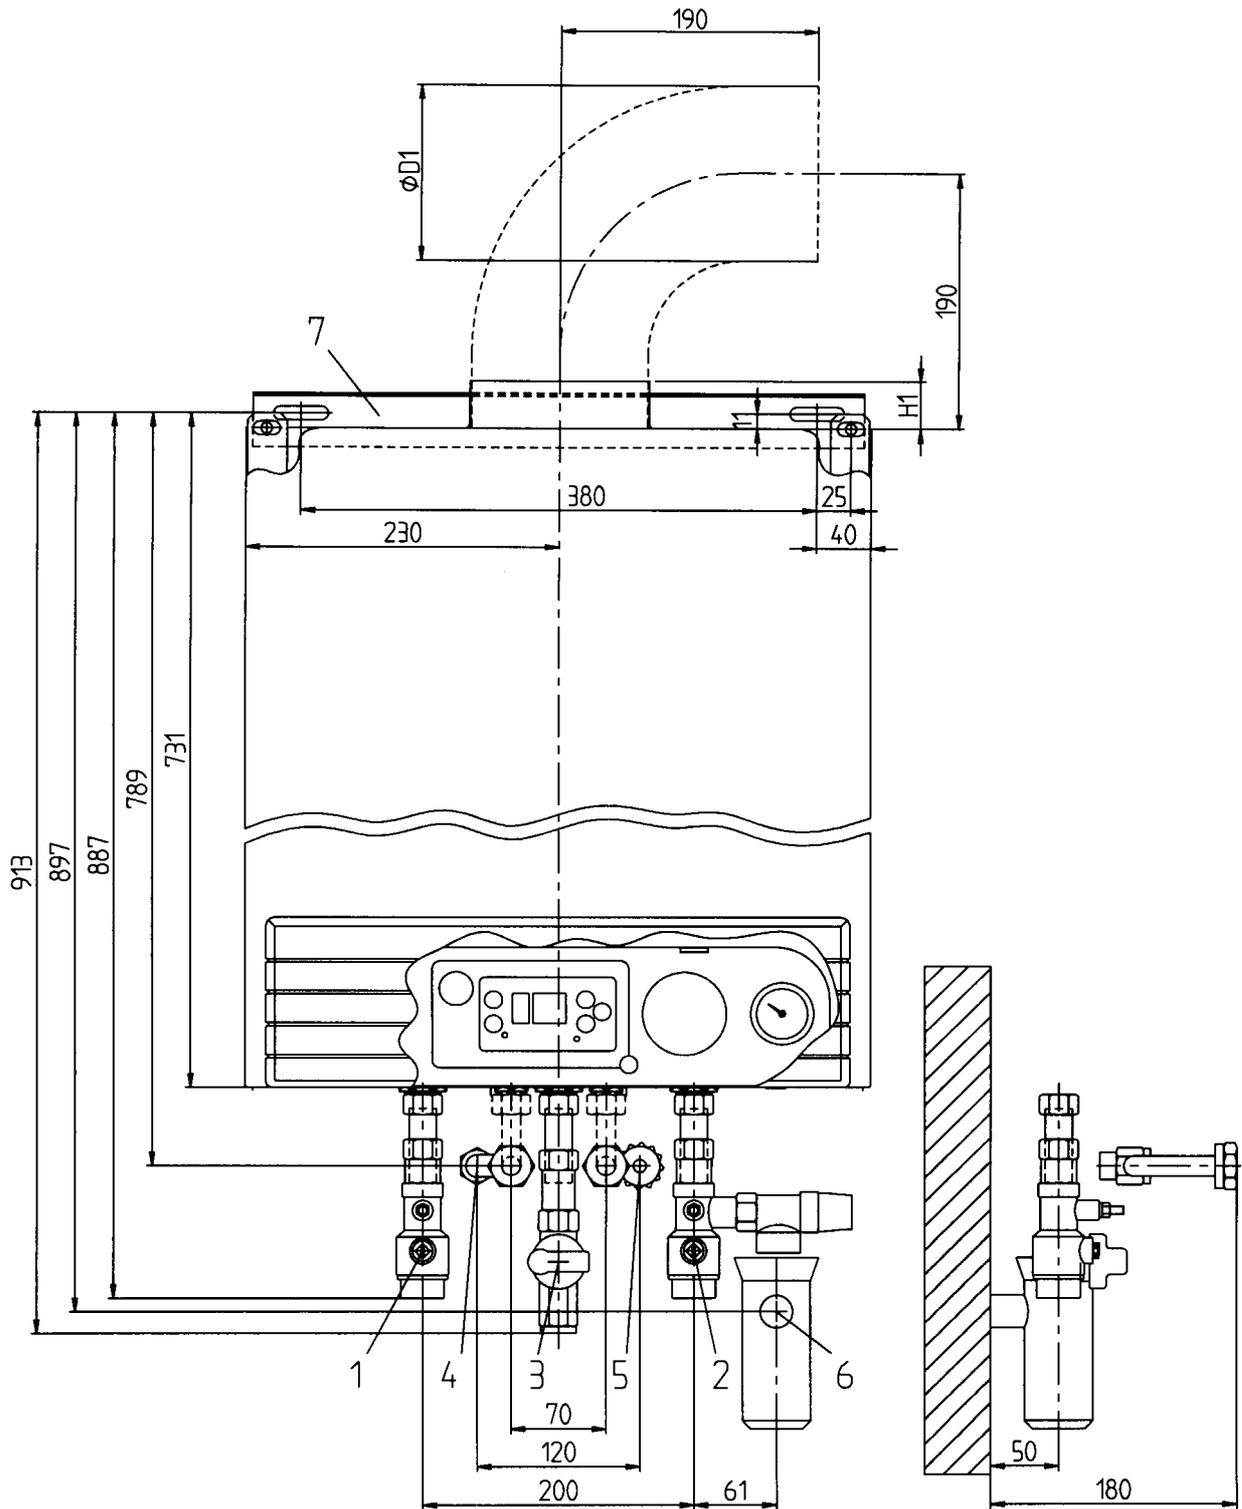
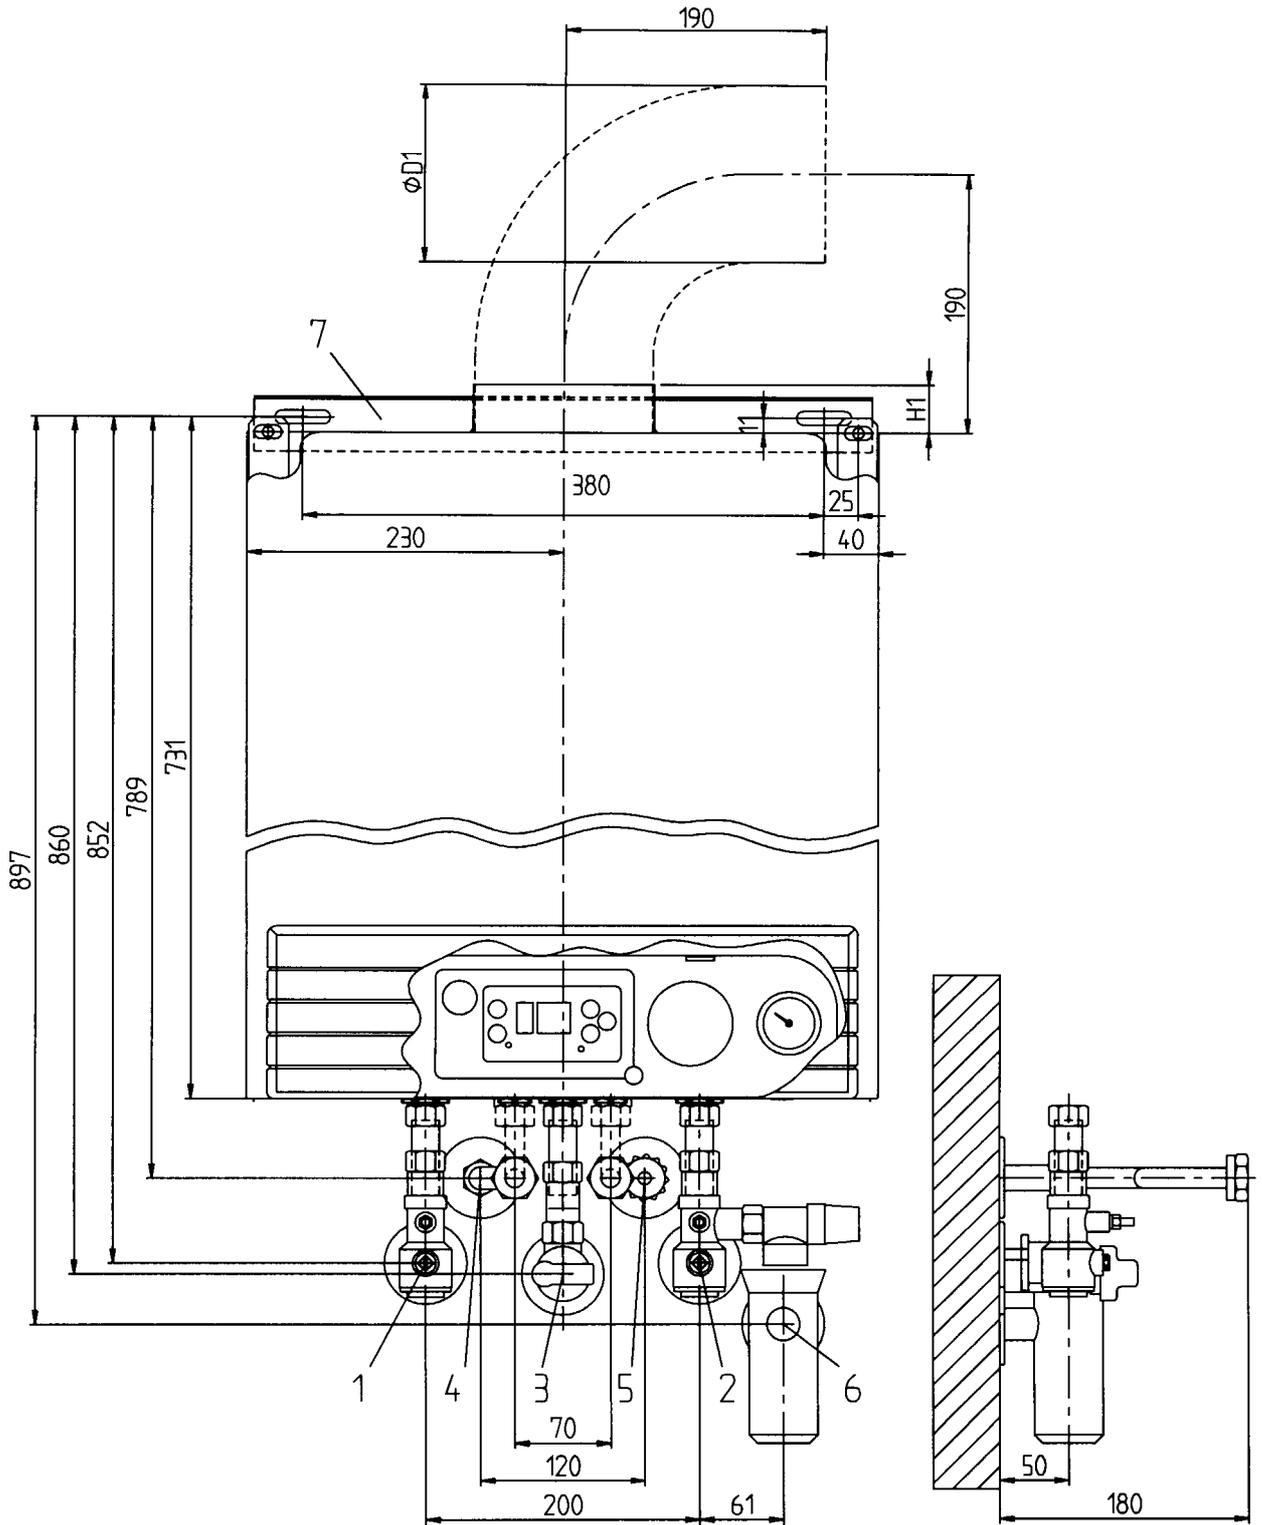

Abb. 4.5
Abb. 4.6
- Bei der Installation der Rohrleitungen und des FERRO-Anschlußzubehöres beachten Sie die Maße in Abb. 4.5 bzw. Abb. 4.6.
- Montieren Sie die Montageschiene entsprechend der Maße in Abb. 4.5 bzw. Abb. 4.6 an die Wand.